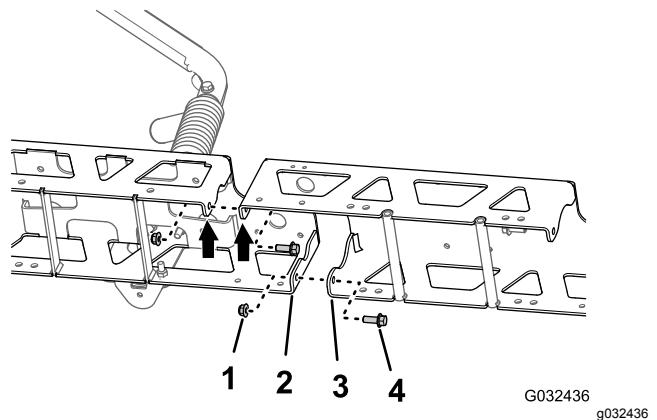

Figura 52
2. Montate senza serrare l'estensione della barra centrale sul telaio della trave (Figura 52) con i 2 bulloni a testa flangiata (3/8" x 1") e i 2 dadi di bloccaggio flangiati (3/8") che avete rimosso al passaggio 1 di Separazione delle travi della sezione di irrigazione centrale (pagina 26).
3. Allineate i fori nelle flange verticali dell'estensione della barra centrale con i fori dell'altro telaio della trave (Figura 52).
4. Montate senza serrare l'estensione della barra centrale sull'altro telaio della trave (Figura 52) con i 2 bulloni a testa flangiata (3/8" x 1") e i 2 dadi di bloccaggio flangiati (3/8") del kit di finitura dell'impianto di irrigazione GeoLink (Figura 52).
1. Allineate i fori nelle flange verticali dell'estensione della barra centrale con i fori del telaio della trave (Figura 52).